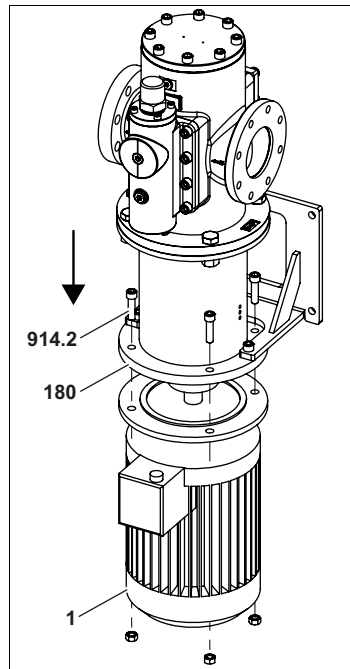

Fig. 16
6. Placer avec précaution la pompe avec le support de pompe **180** sur le moteur **1**, voir Fig. 16, page 35.